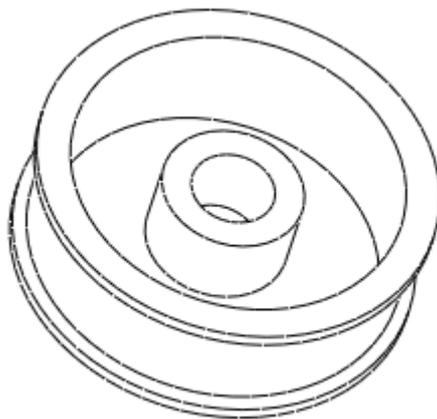

图 53-9
- (5) 单击  按钮，完成草图绘制，单击  按钮，完成特征建立，如图 53-9 所示。